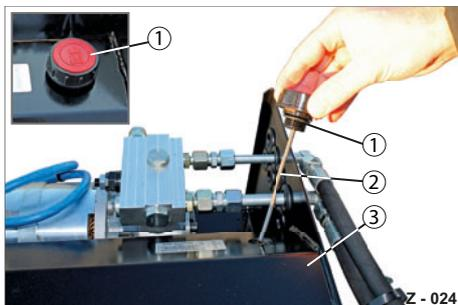

Abb. 6 Ölstand
- ▶ Drehen Sie den Deckel (Abb. 6/1) auf.
- ▶ Lesen Sie am Messstab (Abb. 6/2) die vorhandene Ölmenge ab.